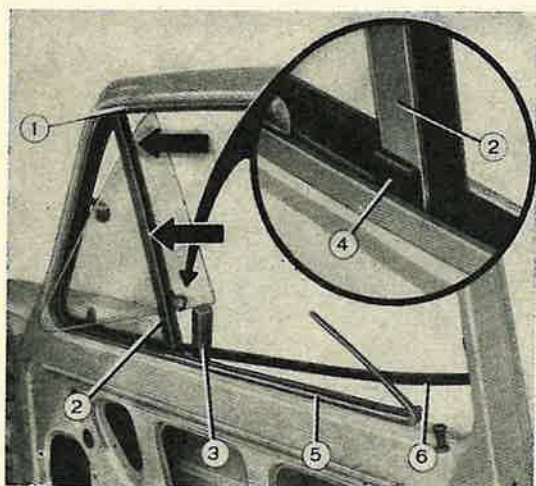

Fig. 88. — Mise en place du déflecteur complet.
• Engager le déflecteur complet en ayant soin au préalable d'écarter l'armature de porte, afin de pouvoir engager l'encadrement de déflecteur (3, cale de bois, fig. 88).